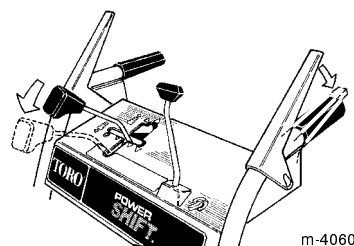

Figure 19
2. Pour changer la position des roues vers l'avant ou vers l'arrière, poussez à fond le levier de changement de vitesse vers l'avant en position Power Shift, et maintenez-le (Fig. 19).
3. Serrez à fond la commande de traction pour changer la position des roues (Fig. 19 et 20).